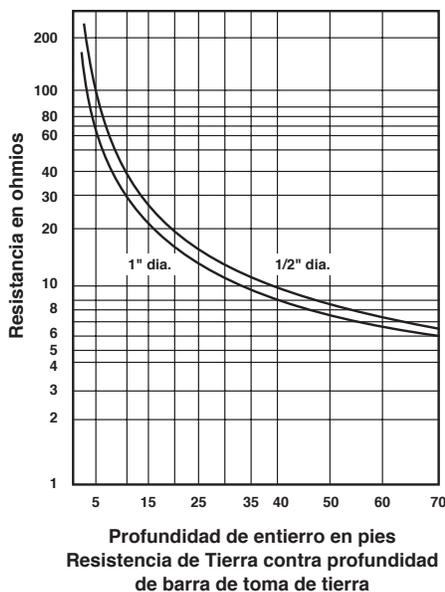

FIGURA 11
Profundidad: Cuando una barra de toma de tierra es enterrada más profundamente bajo tierra, su resistencia es reducida substancialmente. En general, doblando la longitud de la barra reduce la resistencia por un 40% adicional (Figura 11). El NEC 2005, 250.52 (A)(5) requiere un mínimo de 8 ft (2.4m) a estar en contacto con la tierra. La más común es una barra cilíndrica de 10ft (3m) que cumple con el código de NEC. Un diámetro mínimo de 5/8 pulgadas (1.59cm) es requerido para barras de acero y 1/2 pulgada (1.27cm) para barras de cobre o de acero chapado de cobre (NEC 2005, 250.52). Los diámetros prácticos mínimos por limitaciones de enterrado para barras de 10 ft (3m) son: